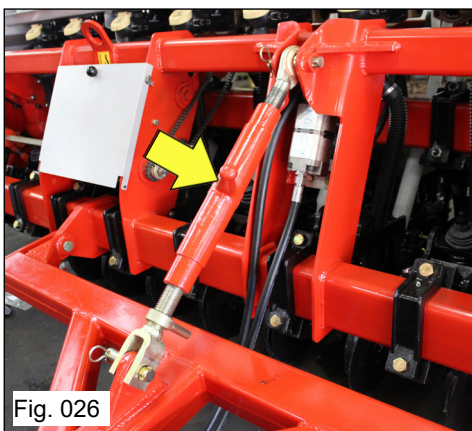
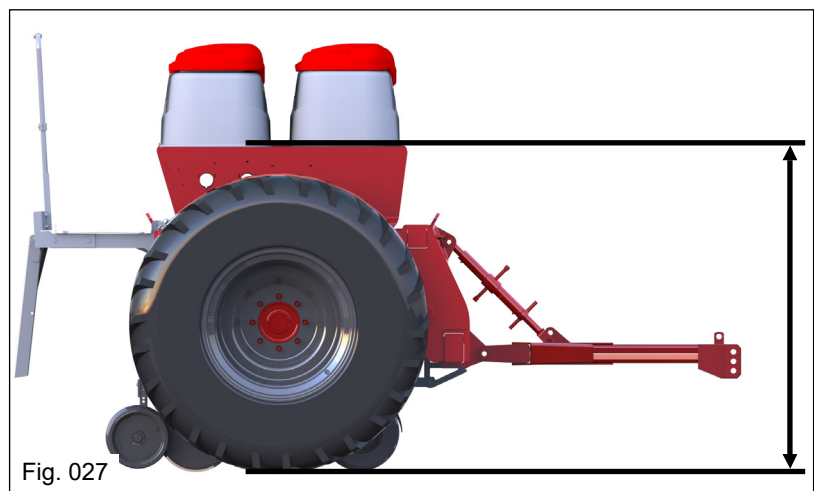

Fig. 026
Fig. 027
b) Através do regulador do cabeçalho (Fig. 026) movimente o extensor até que a lateral do chassi esteja alinhada em relação ao solo (Fig. 027). Quando se estende o comprimento do regulador do cabeçalho, a plantadora tende a inclinar para trás, quando se encurta o comprimento do regulador do cabeçalho, a plantadora tende a inclinar para frente.